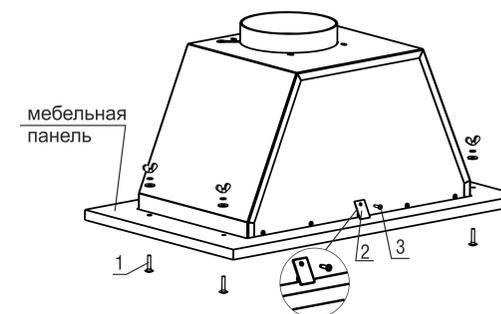

рис. 4
- 6.2 Монтаж КВ к подвесному элементу мебели над плитой. (рис. 4).
- Установите вытяжку в панель мебельного элемента и закрепите его болтами мебельными -1, шайбами (простой и пружинной) и гайками барашковыми (рис. 4).
- Установите пластину - 2, как показано на рис. 4 и закрепите ее самонарезающим винтом 3,5x11 мм (поз.3), для устранения зазора между плоской панелью вытяжки и мебельной панелью.